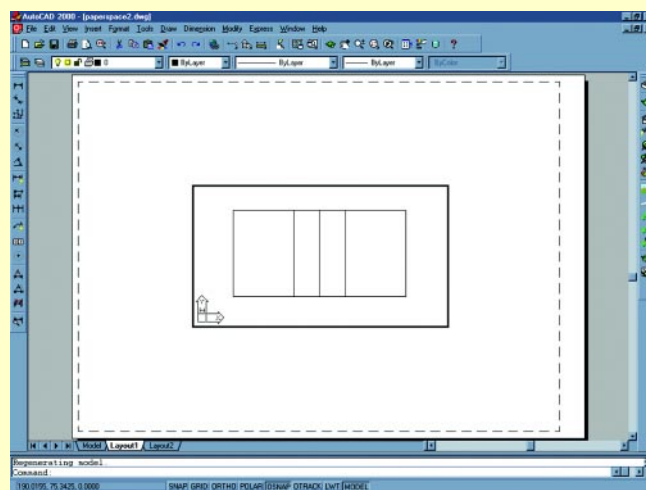

Figura 6 – Enquadrando o desenho.
ralela ao UCS, correspondendo à vista superior do desenho (figura 6).
*Specify first corner of viewport: (Clique em um ponto inicial para enquadrar o desenho com uma borda, figura 6)*